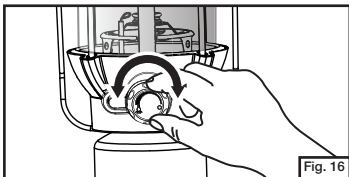

Fig. 16
- L'intensité de la lumière peut être ajustée grâce au bouton de commande. (Fig. 16)